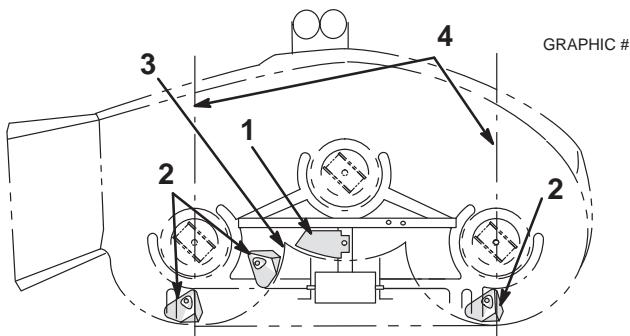
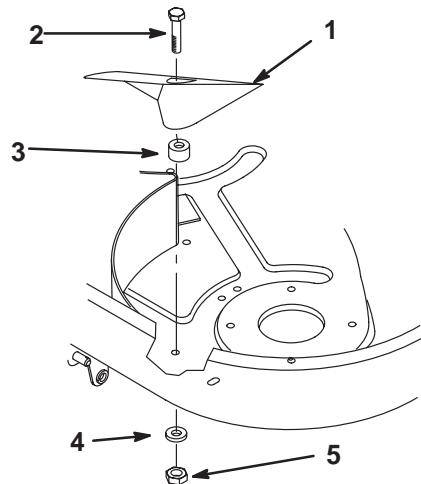

Figure 5
Figure 6
1. Mettre en place la plaque de déflexion (Fig. 5).
3. Placer les petits déflecteurs (Fig. 5) et les fixer à l'aide de 3 boulons de $5/16''$ -18 x 1" (8 x 25 mm), d'entretoises, de rondelles plates et d'écrous (Fig. 6).